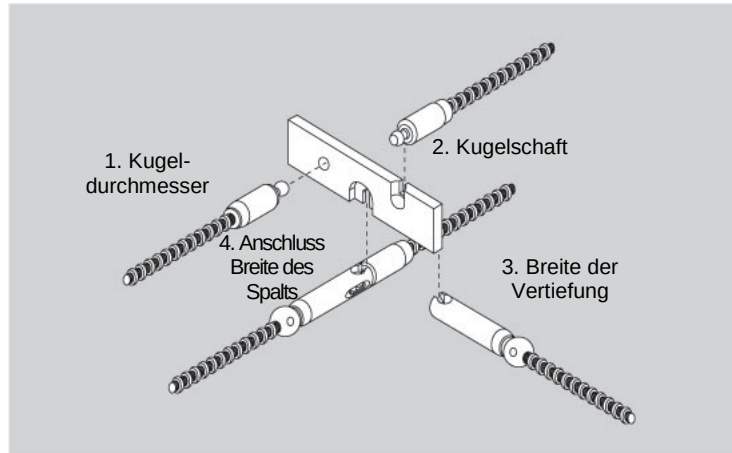

Abbildung 3.5 Prüfung mit der Grenzlehre
- d. Die abschließende Prüfung des Steuerkabelanschlusses und des Strahlungsquellenanschlusses erfolgt mithilfe einer Grenzlehre des Modells 550, um die Anschlüsse auf Verschleiß zu prüfen, der die Sicherheit gefährden könnte. Prüfen Sie ohne übermäßige Kraftanwendung die folgenden vier Positionen (siehe Abbildung 3.5):